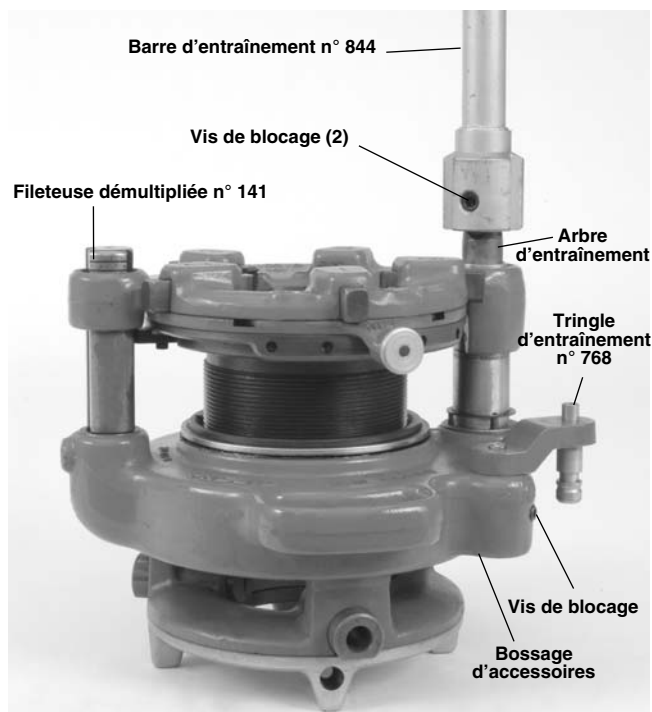

Figure 15 – Barre d'entraînement n° 844 et bielle d'entraînement n° 768 installées
8. Avec l'arbre d'entraînement de la fileteuse démultipliée vers le haut, engagez-y la barre d'entraînement n° 844, puis serrez ses deux vis de blocage (*Figure 15*). Sur la machine 535A, ne connectez pas encore la barre d'entraînement.
1. Desserrez la vis de blocage du bossage d'accessoires de la fileteuse démultipliée. Introduisez la tringle d'entraînement n° 768 dans le bossage et serrez la vis de blocage (Figure 15). Ne pas trop serrer, car la tringle doit pouvoir tourner librement.